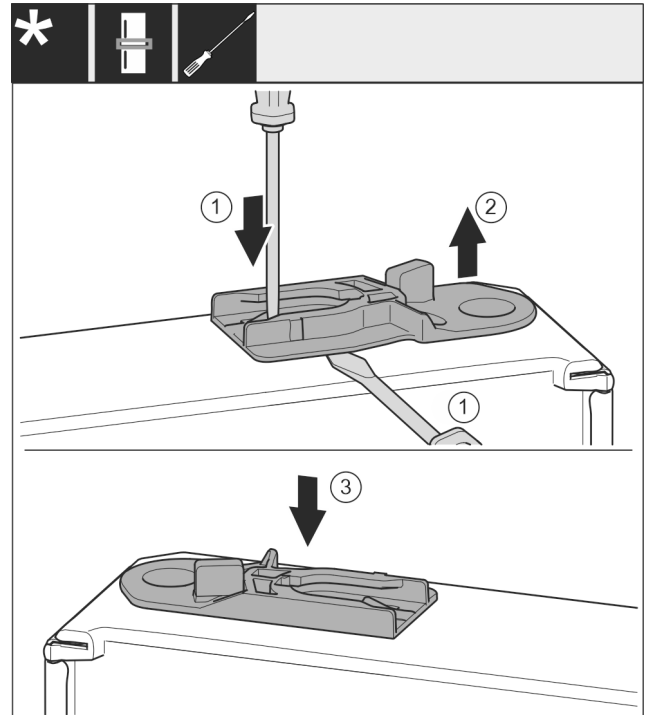

Fig. 38 \*
- Sortir la douille de guidage : Pousser la languette avec un tournevis plat et la faire passer simultanément sous la douille de guidage avec un tournevis plat. *Fig. 38 (1, 2)\**
- Pousser la douille de guidage fournie à la livraison de l'autre côté du logement. *Fig. 38 (3)\**